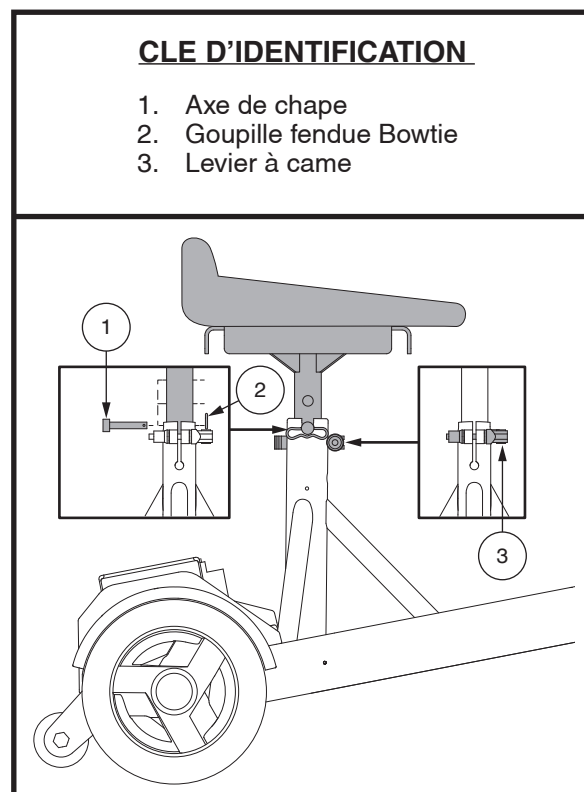

Figure 20. Réglage de la hauteur du siège
Le siège peut être repositionné à différentes hauteurs. Voir la figure 20.
1. Tout en tenant le siège, alignez les trous de réglage sur le siège et la tige de selle inférieure et insérez la tige. Voir la figure 20.